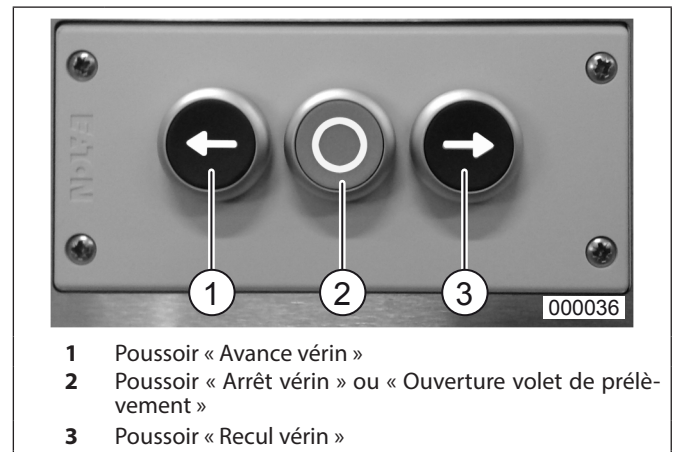
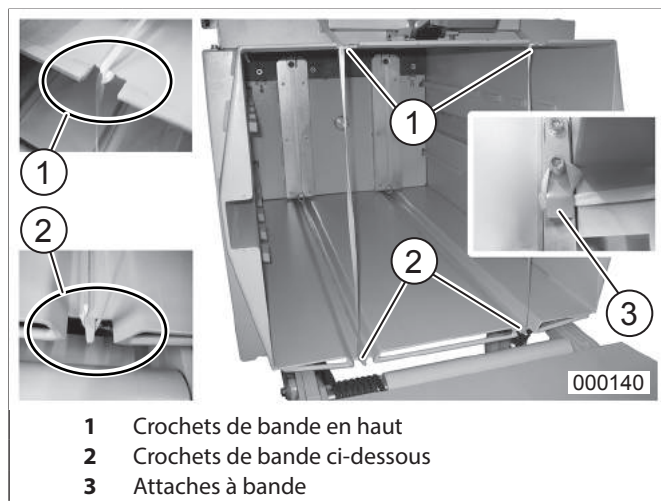

fig. 12 Elements de commande presse
fig. 20 Déploiement de la bande pour de nouvelles balles
Le volet de prélèvement ne peut être ouvert que si ce poussoir (fig. 12/2) a préalablement été enfoncé.
Les matériaux incompatibles avec le destructeur de documents peuvent également être chargés manuellement dans le compacteur. Amenez le vérin de compression en arrière dans sa position initiale (fermer le volet d'introduction et appuyer sur le poussoir « Recul vérin » (fig. 12/3)) et procédez alors comme suit:
3. Fermer le volet d'introduction et appuyer sur le poussoir « Avance vérin » (fig. 12/1).
5. Détacher les extrémités de la bande (fig. 20/3) coincées sur du châssis du compacteur, les nouer avec la bande étirée (fig. 16) puis couper la bande derrière le nœud avec une paire de ciseaux (fig. 12).
3. Tirer la bande sur une longueur égale à environ celle du volet, faire passer les extrémités de la bande au-dessus des crochets de bande (fig. 20/1+2), par l'intérieur à travers l'orifice d'introduction et jusqu'aux attaches à bande (fig. 20/3) où elles seront fixées en les enroulant sur deux tours.